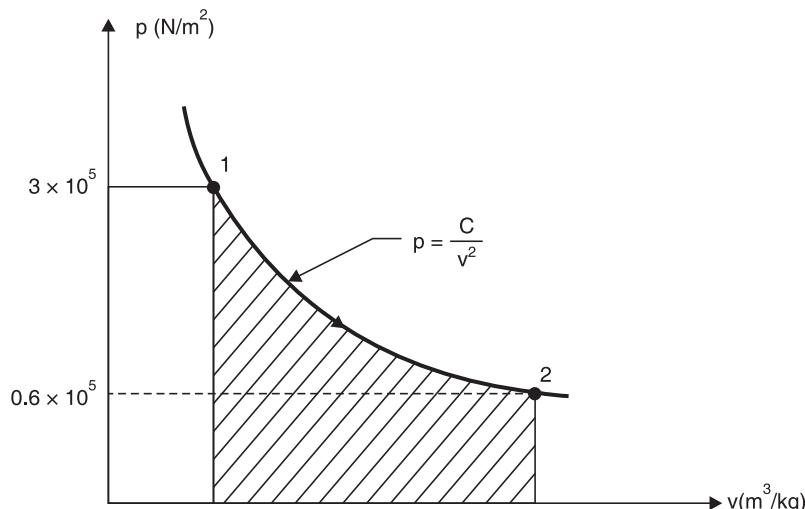

Fig. 1.37
**Solution.** Refer Fig. 1.37.